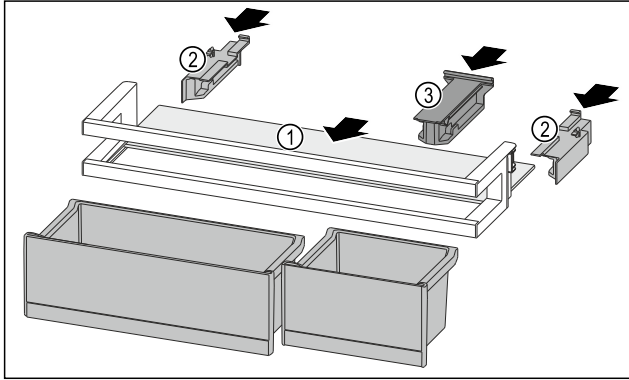

Fig. 263
- ▶ Abstellfläche Fig. 263 (1) in die seitlichen Aussparungen einschieben.
- ▶ Seitenteile Fig. 263 (2) einsetzen.
- ▶ Halteteil Fig. 263 (3) einsetzen.